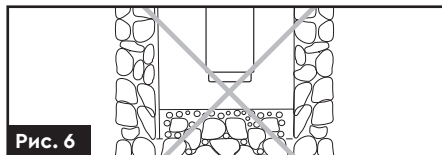

Рис. 6
- Заборонено експлуатацію насоса без фільтра грубого очищення на нижній частині обсадної труби свердловини **(рис. 6)**, щоб уникнути попадання піску і каменів в насосну частину насоса.